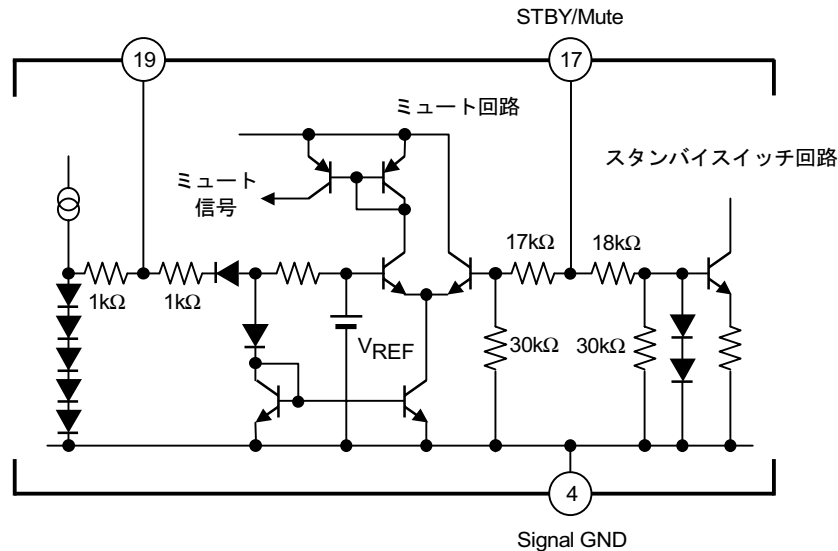

図 4 17, 19 ピン内部等価回路
- 17 ピンは、スタンバイ/ミュート動作の 2 値スイッチ機能となっている。17 ピン印加電圧に対する IC の動作状態は下表の通りである (17 ピンの内部等価回路は図 4 参照)。
(下図により温度換算) 図 4 で示されるように 19 ピン内部回路の温度特性を利用している。